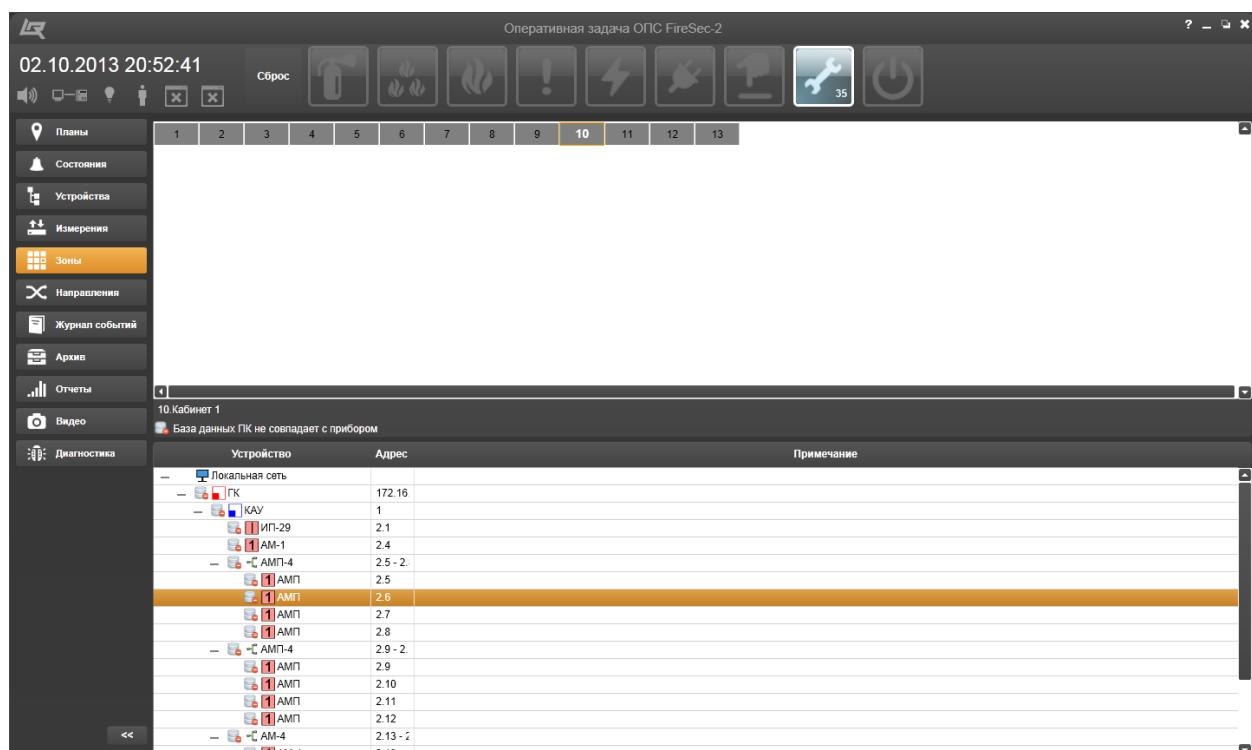

Рисунок 3.3.5 – Ветвь дерева устройств зоны
- **Показать в списке**, выбор которой открывает окно (Рисунок 3.3.5) с полем зон, в котором выделен цветом прямоугольник рассматриваемой зоны, под полем – номер и название этой зоны, а также её состояние. В нижней части рабочей области – ветвь дерева устройств, принадлежащих этой зоне;